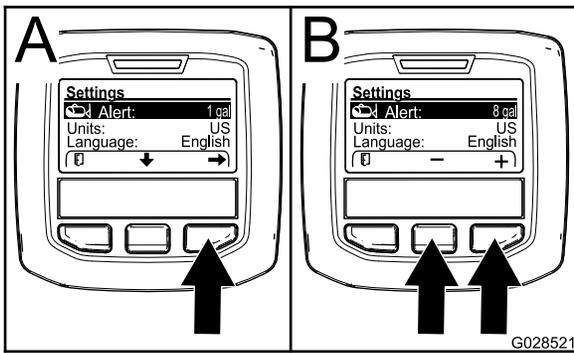

Bild 70
- Drücken Sie die mittlere Auswahltaste, um die Warneinstellung zu markieren (Bild 70).
3. Drücken Sie die rechte Auswahlstaste (Bild 70).
4. Geben Sie mit der mittleren oder rechten Auswahlstaste eine Mindestmenge im Behälter an, bei der die Warnung beim Sprühen angezeigt wird (Bild 70).